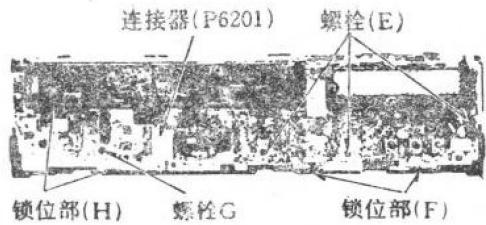

图 6
旋出 3 个螺栓 (E) 和解除 2 个锁扣 (F) 见图 6。